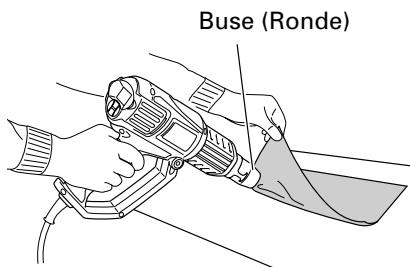

Fig. 7
2. Ramollissement de la colle (Fig. 7)